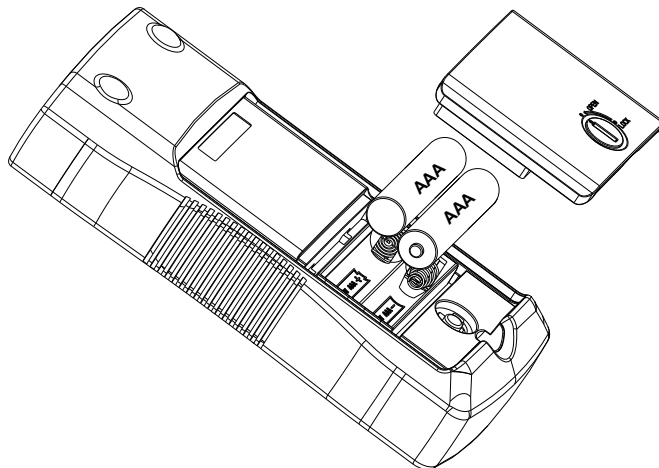

Figur 5.1: Bytte batterier i mottakeren
4. Skift ut batteriene som vist på Figur 5.1. Pass på batteriets polaritet som vist i batterirommet.